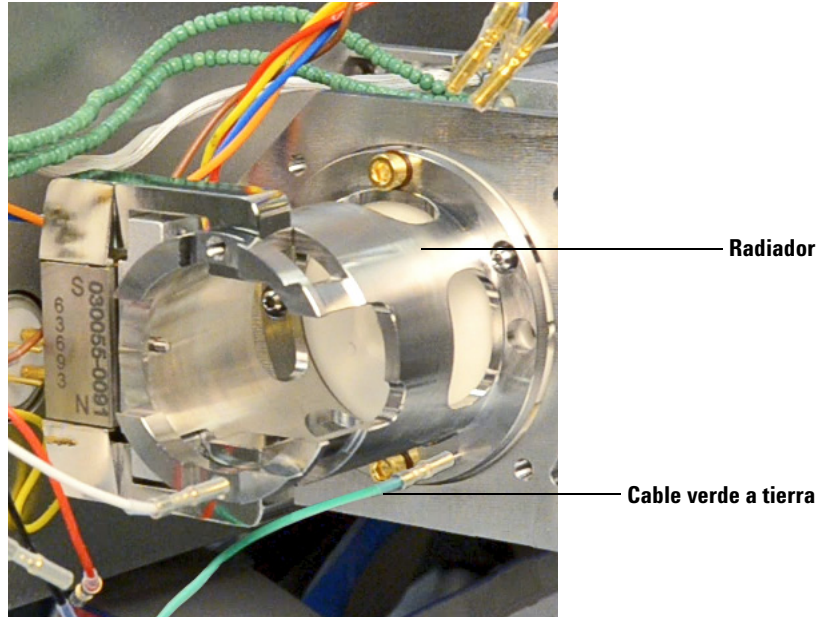

Figura 69 Radiador de la fuente CI/EI XTR
- 2 Desconecte el cable verde a tierra del radiador. (Consulte la Figura 69.)